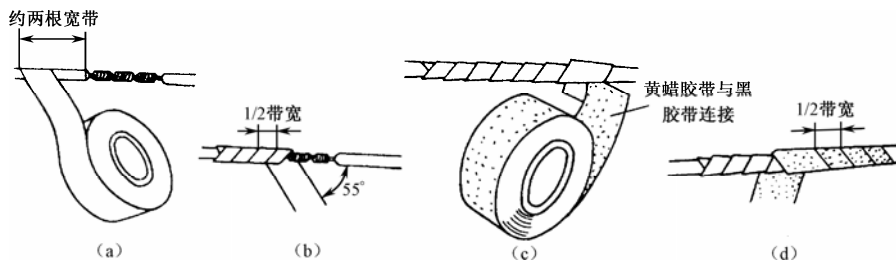

图 6-11 在导线上缠绕绝缘带
在导线上缠绕绝缘带的方法如图 6-11 所示，具体过程如下：
① 从导线的左端绝缘层约两倍胶带宽处开始缠绕黄蜡胶带，如图 6-11 (a) 所示，缠绕时，胶带保持与导线成 55° 的角，并且缠绕时胶带要压住上圈胶带的 $1/2$ ，如图 6-11 (b) 所示，缠绕到导线右端绝缘层约 2 倍胶带宽处停止。
② 在导线右端用黑胶带与黄蜡胶带粘贴连接好，如图 6-11 (c) 所示，然后从右往左斜向缠绕黑胶带，缠绕方法与黄蜡胶带相同，如图 6-11 (d) 所示，缠绕至导线左端黄蜡胶带的起始端结束。